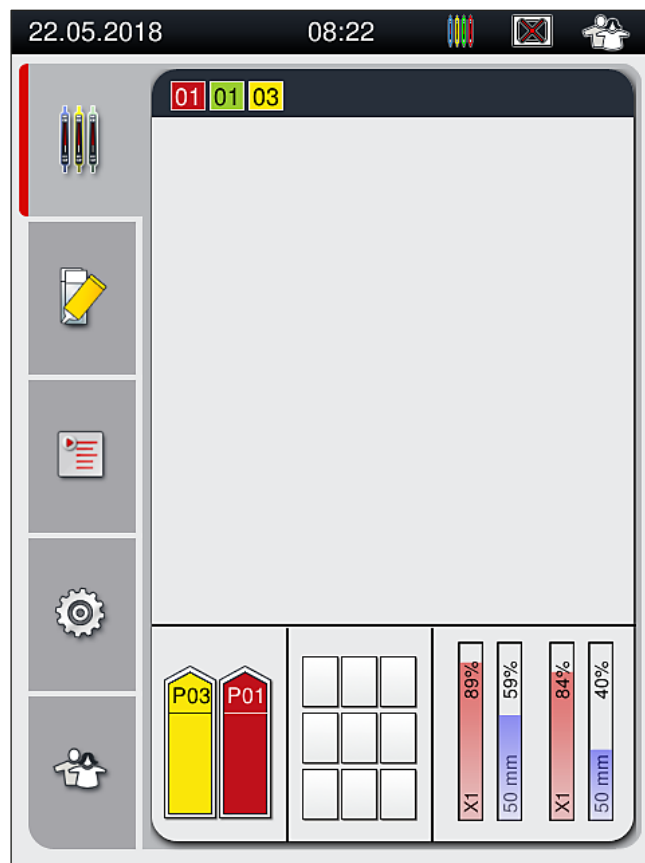

Рис. 73
7. Распознанный цвет ручки отображается в окне состояния процесса (→ Рис. 73).